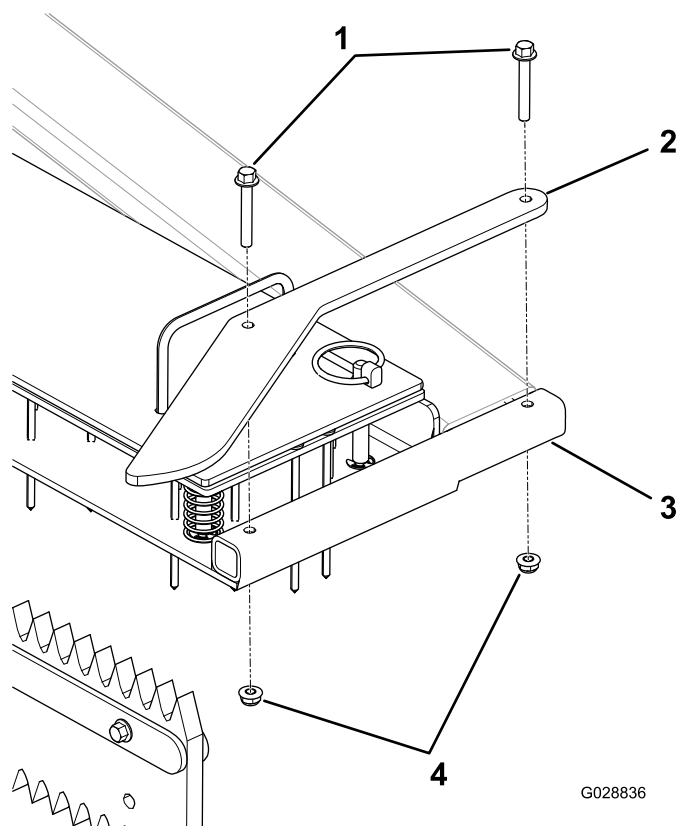

Figura 10
1. Allineate i fori su una protezione laterale con i fori sul lato del telaio dello scarificatore, come illustrato nella Figura 10.
2. Fissate la protezione laterale con 2 viti e 2 dadi di bloccaggio (Figura 10).